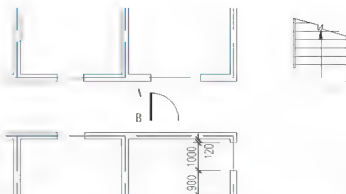

图 3.66 绘制门的轨迹线
(3) 绘制门的轨迹线:执行菜单栏中的【绘图】|【圆弧】|【圆心、起点、角度】命令。
- ① 在指定圆弧的起点或 [圆心(C)]: c 指定圆弧的圆心:提示下,捕捉图 3.66 所示的 B 点作为圆弧的圆心。
- ② 在指定圆弧的起点:提示下,捕捉图 3.66 所示的 A 点作为圆弧的起点。
- ③ 在指定圆弧的端点或 [角度(A)/弦长(L)]: a 指定包含角:提示下,输入“-90”,指定圆弧的角度为-90°,结果如图 3.66 所示。